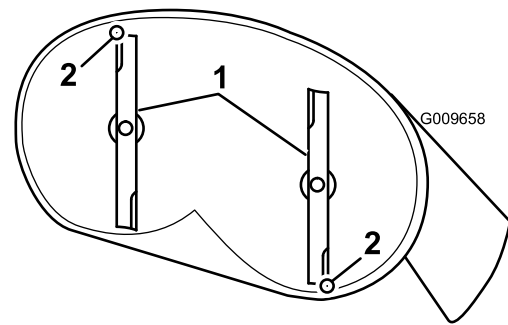

Bild 50
5. Messen Sie zwischen der Messerspitze vorne und hinten und der ebenen Fläche (Bild 50). Stellen Sie die vordere Sicherungsmutter ein, wenn die vordere Schnitmesserspitze nicht um 1,6–7,9 mm tiefer liegt als die hintere.
4. Drehen Sie die Messer vorsichtig, sodass sie in Längsrichtung zeigen (Bild 50).
vordere Schnittmesserspitze um 1,6–7,9 mm tiefer liegt als die hintere Spitze (Bild 50).